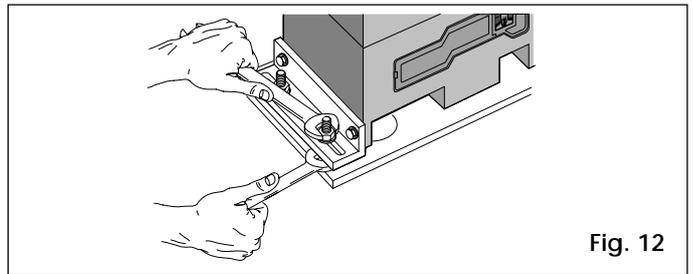

Fig. 12
- 5) Fijar el motorreductor a la placa de cimentación apretando las tuercas como en la Fig. 12.